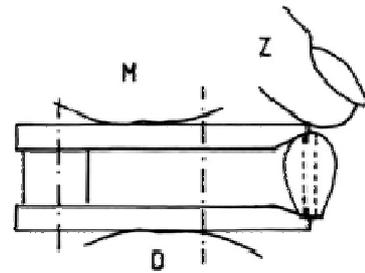

Abb. 4: Handhabung der Mausklammer.
2. Die Einspannposition ergibt sich ans der Skizze (Abb. 4). Daumen und Mittelfinger fassen die Klammer von oben und unten, während der Zeigefinger als Fadenstopper fungiert. Der Faden wird von unten nach oben durch die Bohrung geführt und nach jeder Windung mit dem Zeigefinger gehalten. Das Gelingen des gesamten Vorhabens hängt davon ab, daß die Fäden in der Bohrung säuberlich nebeneinander liegen - so eng wie möglich. Wenn der zu haltende Faden aus dem Bereich des Stoppfinger gewandert ist, muß die Spannschraube gelöst und die Maus gedreht werden.